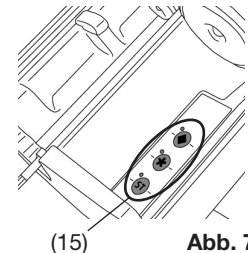

Abb. 7
- Mischprogramm durch Drücken der entsprechenden Taste Programmtaste (15, Abb. 7) aktivieren. Die LED neben der Programmtaste leuchtet.